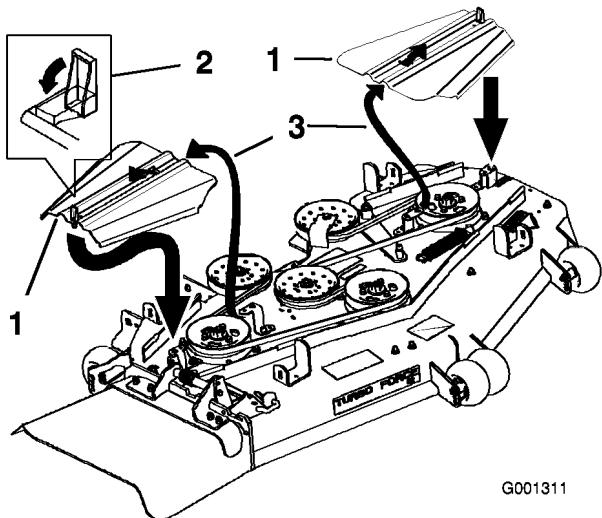

Figure 56
3. Retirez les couvercles de courroie (Figure 56).
7. Montez les couvercles de courroie et fermez les verrous (Figure 56).